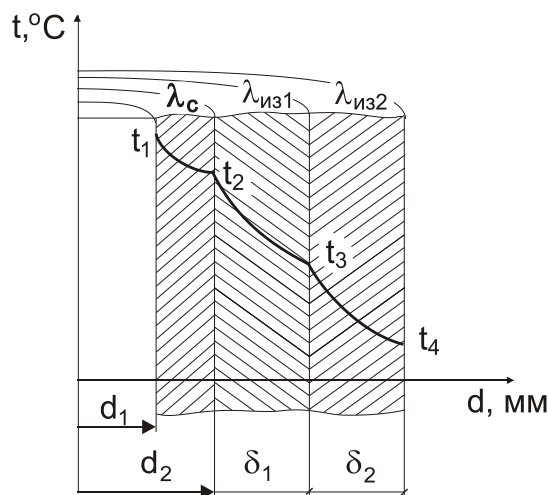

Рис. 2.5
**2.6.** Стальной паропровод диаметром  $d_1/d_2 = 100/110$  мм ( $\lambda_c = 50$  Вт/м·К) покрыт изоляцией в два слоя одинаковой толщины  $\delta_1 = \delta_2 = 50$  мм (рис. 2.5). Температура внутренней поверхности трубы  $t_1 = 250^\circ\text{C}$  и наружной поверхности изоляции  $t_4 = 50^\circ\text{C}$ . Определить потери теплоты через изоляцию с 1 м длины трубопровода и температуру на границе соприкоснове-